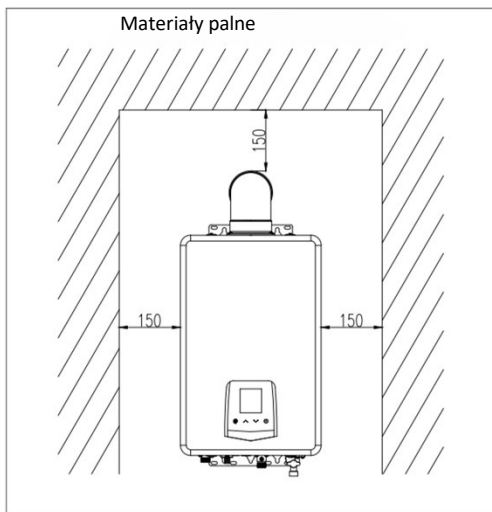

Fig. 7 (Unité : mm)
- Podgrzewacz gazowy należy trzymać z dala od materiałów palnych, w minimalnej odległości wskazanej na rys. 7.
- (4) Odległość między przewodem kiminowym a materiałami palnymi musi wynosić ponad 150 mm. Jeśli przewód kominowy musi przechodzić przez materiały palne lub ścianę, należy użyć materiału termoizolacyjnego o grubości powyżej 20 mm do wypełnienia przewodu kominowego. (Patrz rys. 7)
- (5) Nie należy umieszczać cementu między przewodem kiminowym a ścianą, aby ułatwić konserwację.
- (6) Kanał dymowy musi być solidnie zamocowany. Część łączącą można pokryć samoprzylepną folią, aby zapobiec cofaniu się gazów reszkowych do pomieszczenia.
(2) Długość przewodu kominowego powinna być mniejsza niż 3 m, a liczba kolanek nie powinna przekraczać 3 (jedno kolanko odpowiada 1 m prostego przewodu).
(3) Odległość między przewodem kominowym a materiałami palnymi musi być większa niż 150 mm. Jeśli przewód kominowy musi przechodzić przez materiały palne lub ścianę, należy użyć materiału termoizolacyjnego do wypełnienia przewodu kominowego o grubości większej niż 20 mm. (Patrz rys. 7)